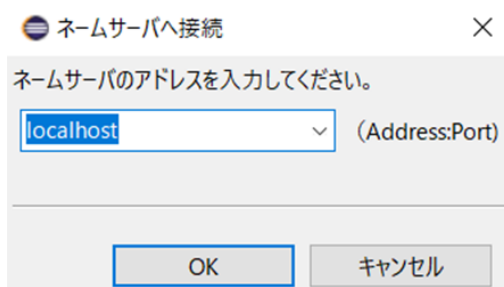

図 4-7 ネームサーバへ接続
9. 図 4-6 の赤枠で囲ったアイコンをクリックし、図 4-7 のウィンドウで localhost を選択し、OK をクリックする。